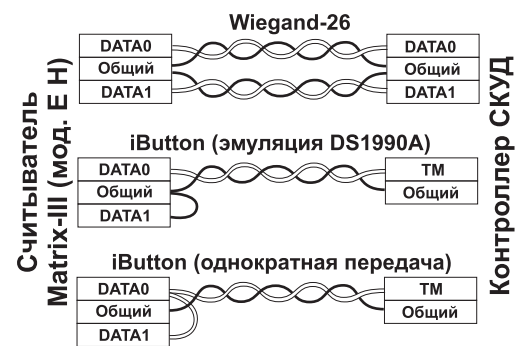

Рис.1 Выбор протокола передачи.
- при подключении по iButton один провод витой пары подключается на GND, второй - на DATA0. В зависимости от режима iButton DATA1 подключается к GND или DATA0 (см. Рис.1);
- при подключении по Wiegand-26 первая витая пара подключается между GND и DATA0, а вторая витая пара подключается между GND и DATA1 (см.Рис.1).